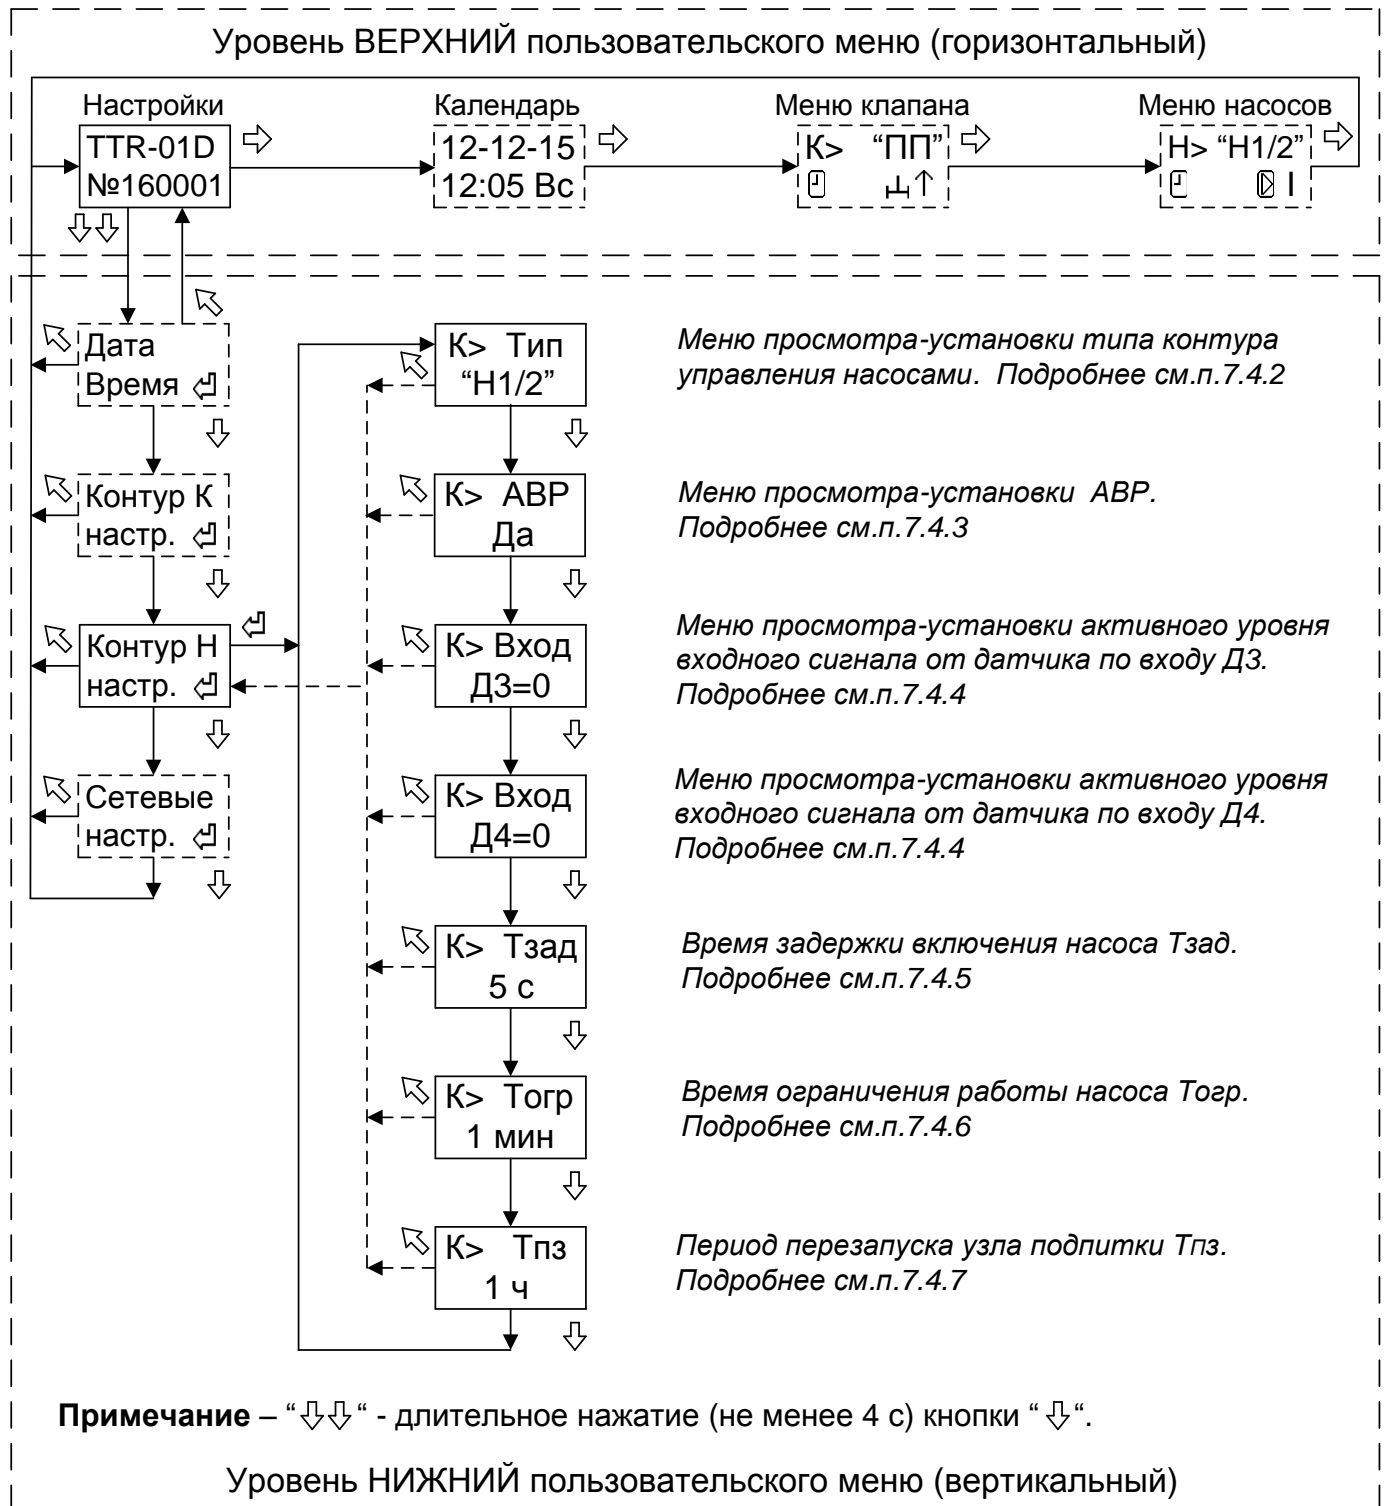

Рисунок 5 - Структура меню настройки параметров контура управления насосами.
7.4.3 Вход в меню просмотра-установки параметра **АВР** (автоматический ввод в работу резервного насоса в случае неисправности основного) производится при нажатии кнопки “↵” (см. рисунок 5).
7.4.5 Вход в меню просмотра-установки параметра времени задержки включения насоса Тзад производится при нажатии кнопки “↵” (см. рисунок 5).
7.4.6 Вход в меню просмотра-установки параметра времени ограничения работы насоса **Тогр** производится при нажатии кнопки “↵” (см. рисунок 5).
7.4.7 Вход в меню просмотра-установки параметра периода перезапуска узла подпитки **Тпз** производится при нажатии кнопки “↵” (см. рисунок 5).